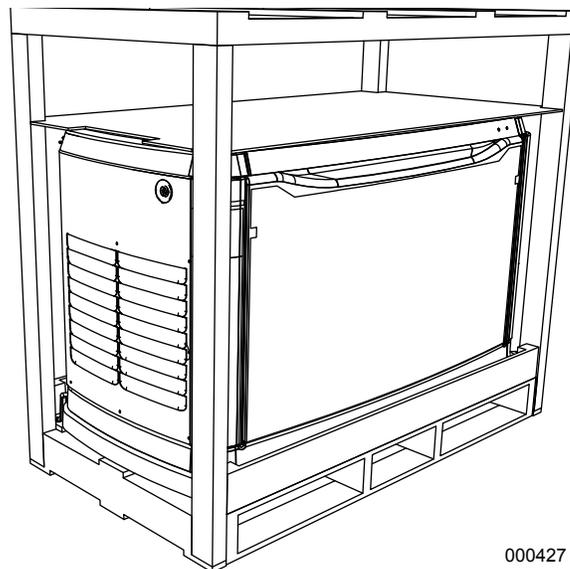

Figure 2-1. Génératrice sous caisse en bois
2. Voir **Figure 2-1**. Enlever le cadre en bois.